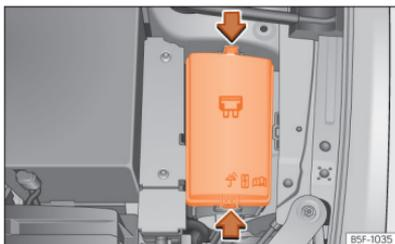

Abb. 230 Im Motorraum: Abdeckung des Sicherungskastens.
- Verriegelungstasten drücken, um die Abdeckung des Sicherungskastens »» » (Abb. 230) zu entriegeln.